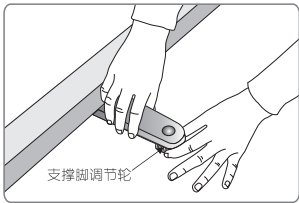

图 19
8. 在银幕完全打开时，如果地面不平坦，使幕布有前后倾斜时，可调节支撑脚调节轮（如图19）使银幕恢复平整、垂直。